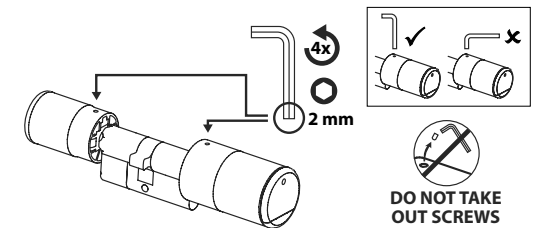

Abb. 2
② Das Lösen und das Fixieren von Außen- und Innenknauf erfolgt über eine integrierte Madenschraube im Drehknauf. Lösen Sie die beiden Madenschrauben in den beiden Knäufen mit dem beiliegenden Sechskantschlüssel (Abb. 2).